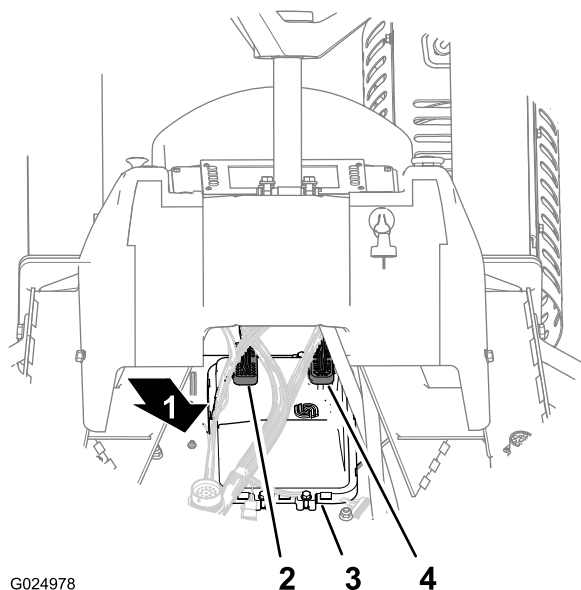

Figura 117
2. Desconecte el conector hembra de 50 vías (CPU 1) de la parte trasera del módulo de ordenador (Figura 117).
3. Desconecte el conector hembra de 38 vías (CPU 2) de la parte trasera del módulo de ordenador (Figura 117).
1. Conecte el conector hembra de 38 vías (CPU 2) a la parte trasera del módulo de ordenador (Figura 117).
2. Conecte el conector hembra de 50 vías (CPU 1) a la parte trasera del módulo de ordenador (Figura 117).